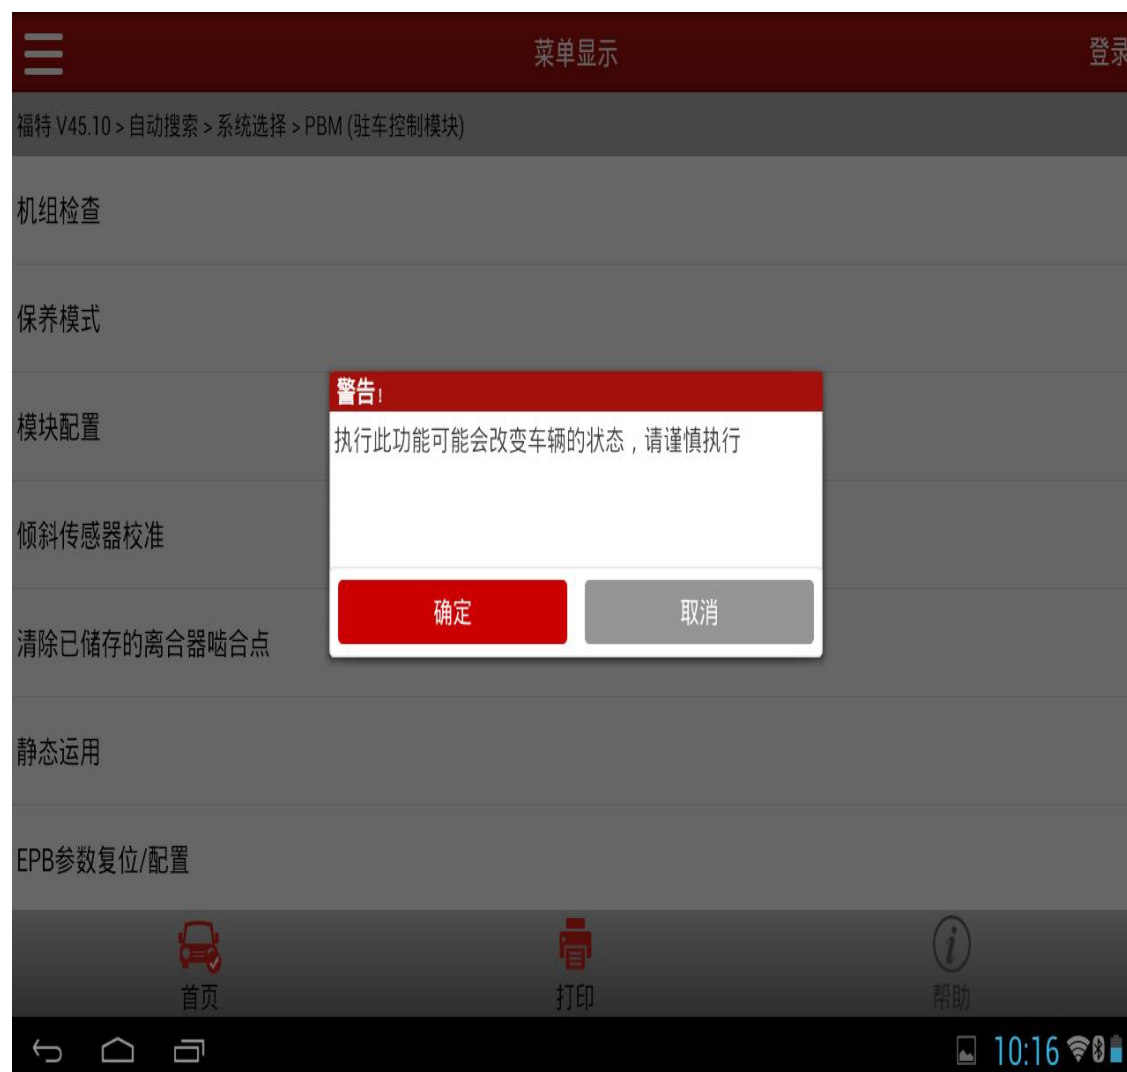

图 2
2). 点击功能名称执行, 提示下面图 2 信息. 点击“确定”, 功能往下执行